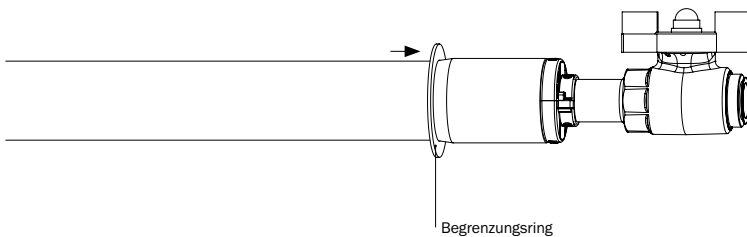

Abbildung 5.9: Positionierung Begrenzungsring
- Begrenzungsring über Gashauseinführung soweit wie möglich nach oben schieben (s. Abbildung 5.9).